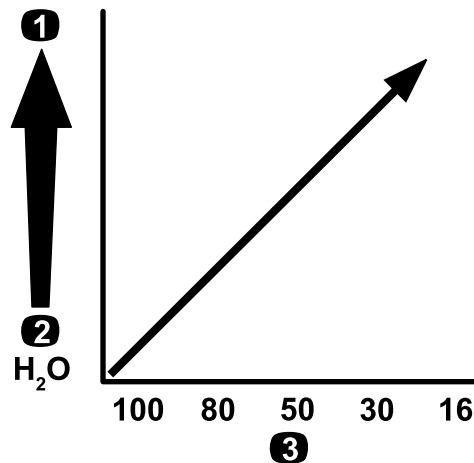

Figura 15
**Importante:** Cuando se fumiga con productos químicos de mayor viscosidad (más espesos) o soluciones de polvo humedecible, puede ser necesario utilizar una malla de filtro más gruesa para el filtro de presión opcional; consulte la Figura 15.